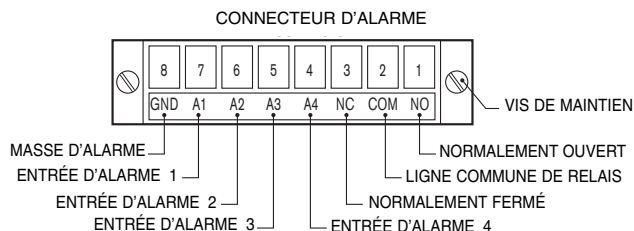

Figure 4
5.4.2.4. Si les entrées d'alarme ou la sortie de contact sont utilisées, branchez les fils dénudés appropriés sur le connecteur d'alarme 8 broches comme illustré à la FIGURE 4.
REMARQUE : les entrées d'alarme doivent être raccordées à un contact sec normalement ouvert. Pour activer l'entrée d'alarme, le contact doit se fermer entre l'entrée d'alarme appropriée et la masse d'alarme, broche 8. Par exemple, pour activer l'entrée d'alarme 1, le relais doit se fermer entre les broches 7 et 8 (voir FIGURE 4).